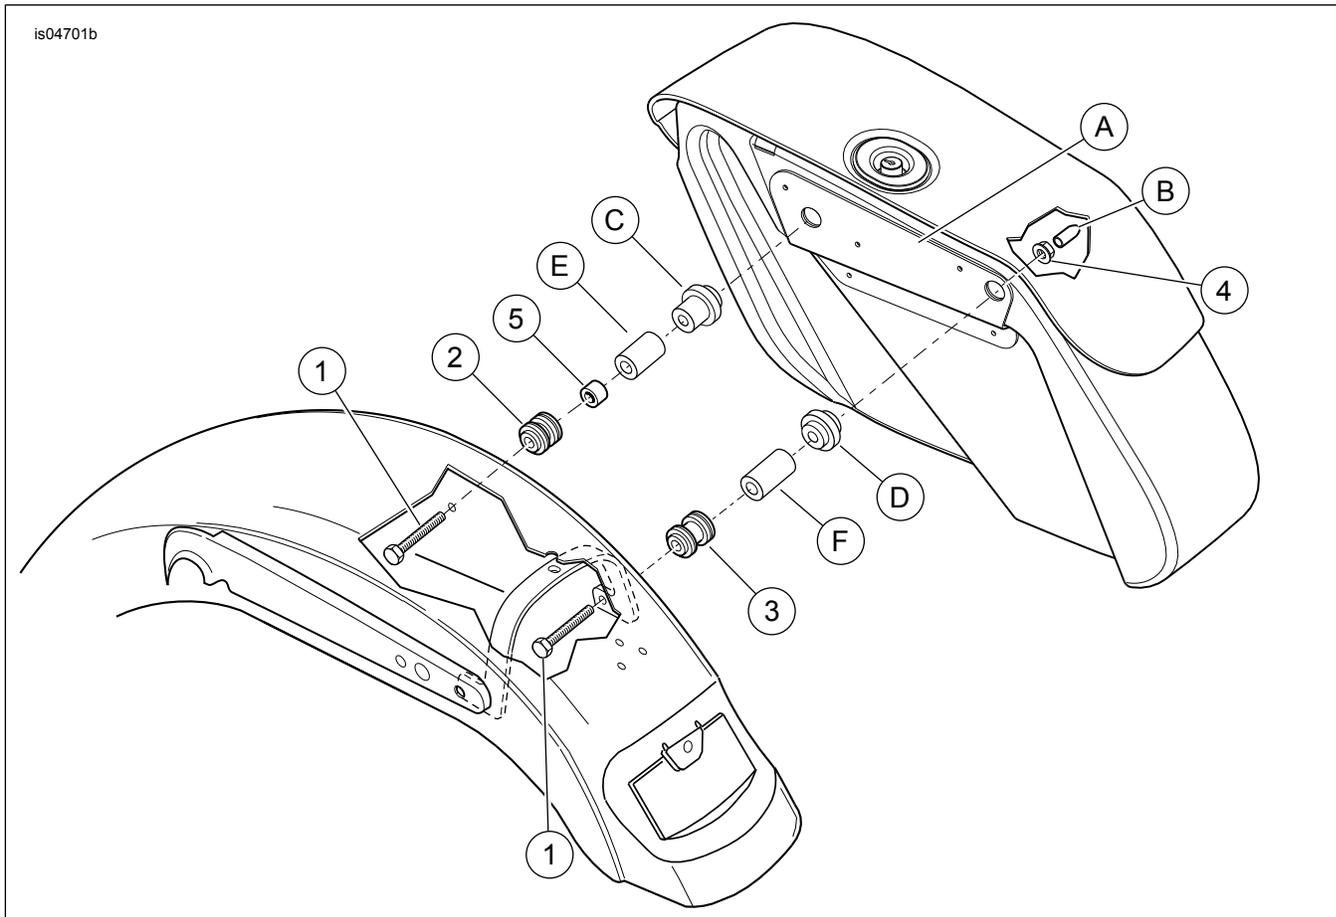

Figure 2. Pièces de rechange : Visserie d'ancrage, Sportster avec sacoches
Voir Figure 2 et Tableau 1.
1. **Pour les kits de sacoche 88312-07 et 90201325 :** Voir Figure 2. Obtenir un galet d'ancrage avant (2), une vis à capuchon (1) et une entretoise (F) du kit. Bien noter le collier de petit diamètre à une extrémité du galet d'ancrage. À partir du dessous du garde-boue, introduire la vis par le trou avant dans le garde-boue et par le support et couvercle de garde-boue. Placer le galet d'ancrage sur les filets de vis, l'extrémité de collier en premier. Placer l'entretoise du galet d'ancrage avant sur les filets de vis comme illustré. **Pour le kit de sacoche 90201321 :** Voir Figure 2. Obtenir un galet d'ancrage avant (2), une vis à capuchon (1) et une entretoise (C) du kit. Bien noter le collier de petit diamètre à une extrémité du galet d'ancrage. À partir du dessous du garde-boue, introduire la vis par le trou avant dans le garde-boue et par le support et couvercle de garde-boue. Placer le galet d'ancrage sur les filets de vis, l'extrémité de collier en premier. Placer l'entretoise du galet d'ancrage avant sur les filets de vis comme illustré, avec l'extrémité courte orientée vers l'extérieur.
2. **Pour tous les autres kits de sacoche** : Voir Figure 2. Obtenir un galet d'ancrage avant (2), une vis à capuchon (1) et une entretoise (5) du kit. Bien noter le collier de petit diamètre à une extrémité du galet d'ancrage. À partir du dessous du garde-boue, introduire la vis par le trou avant dans le garde-boue et par le support et couvercle de garde-boue. Placer le galet d'ancrage sur les filets de vis, l'extrémité de collier en premier. Placer l'entretoise sur les filets de vis. Placer l'entretoise de galet d'ancrage avant (5) sur les filets de vis comme indiqué, avec l'extrémité courte orientée vers l'extérieur.
3. Prendre dans le kit de sacoche la sacoche du côté approprié. Glisser la sacoche sur les vis jusqu'à ce que les bagues soient installées dans le support de sacoche (A) ou jusqu'à ce que les entretoises soient dressées contre le support de sacoche (A).
4. Visser les contre-écrous (4) sur les vis depuis l'intérieur de la sacoche. Serrer les deux écrous à un couple de 35–40 N·m (26–29 ft-lbs).
5. Installer un protecteur à filetage (B) sur l'extrémité filetée de chaque vis.